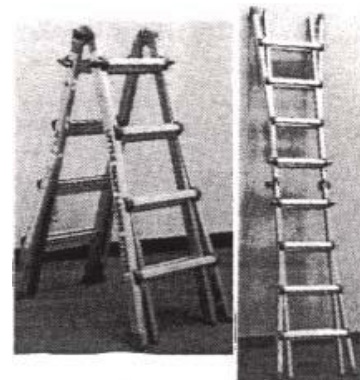

図2
2. 自動的にロックがはまるまで、はしごを広げて脚立にして下さい。(図2)
3. 再びロックを外してはしごを広げるとまっすぐに伸ばせます。(図2)